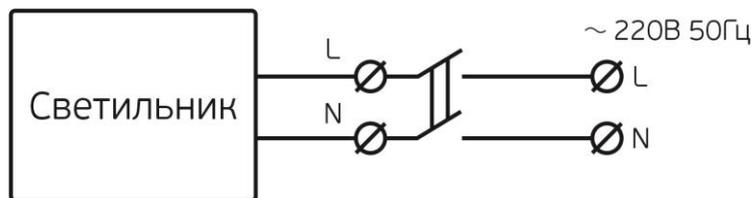
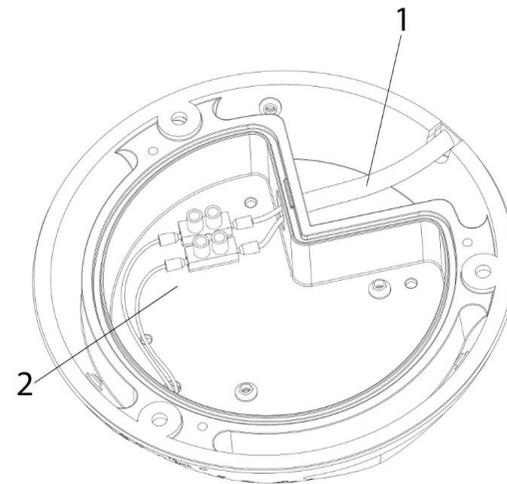

Рисунок 3 Схема подключения светильника
Рисунок 2 Схема монтажа сетевого провода в светильник.
- Заведите сетевой провод (поз.1 рис 2) внутрь светильника. Подсоедините сетевые провода к клеммной колодке (поз.2 рис.2) согласно схеме на рис.3. Закройте металлическую крышку на светильнике.